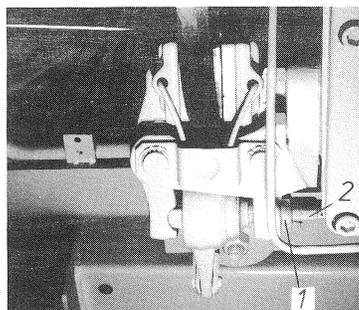

fig. 58
- s'il n'est pas possible d'ajuster le frein avec la poignée tournante dû à la course d'ajustage trop longue, effectuer d'abord un réglage approx. à la pince de frein. Visser le contre-écrou et l'arbre du levier (fig. 58/1). Arrêter l'arbre à l'aide du contre-écrou.